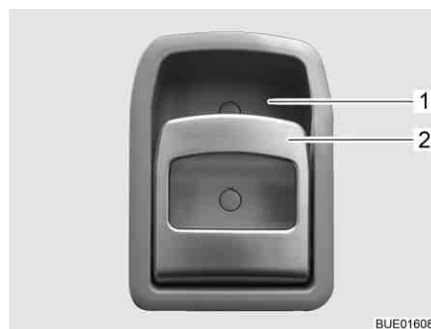

Bild 41 Türschloss Eingangstür, innen
- Am Griff (Bild 41,2) ziehen. Das Türschloss wird entriegelt bzw. geöffnet.
- Griff (Bild 41,2) oben in Richtung Griffschale (Bild 41,1) drücken. Das Türschloss wird verriegelt.